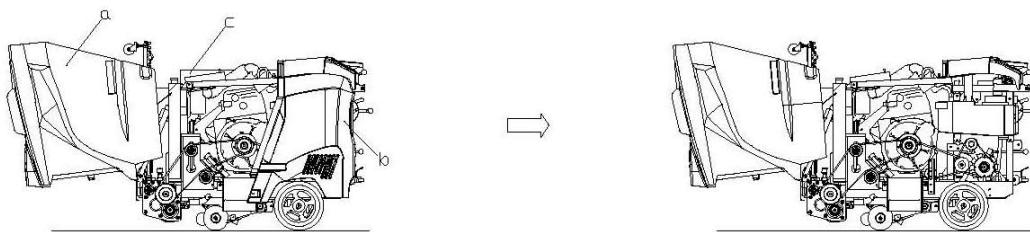

図1
1.ポンネット(a)を開け、リヤーカバー(b) サイドカバー(c)を外す。・・・図1